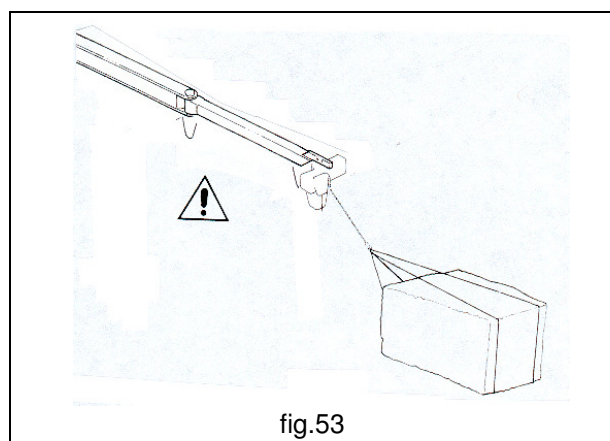

fig.53
- **Nelle manovre di sollevamento** l'operatore dovrà evitare di appoggiare il gancio a terra o sui carichi da sollevare, per non procurare il bando della catena. L'operatore dovrà tassativamente evitare di effettuare tiri obliqui con la catena, che risultano essere sempre pericolosi e mal controllabili (fig.53).